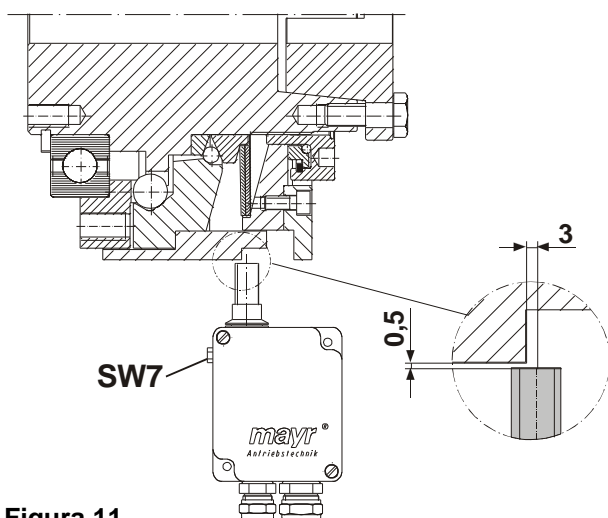

Figura 11
El conmutador de final de carrera sin contacto se debe montar en el borde de conmutación del limitador (Figura 11) de modo que durante el funcionamiento normal el conmutador de final de carrera no produzca un cambio de señal causado por los errores de marcha circular habituales del limitador.
Ajuste las distancias para el conmutador de final de carrera sin contacto según la Figura 11. La distancia entre la cubierta de sellado (13) y el punto de conmutación se puede ajustar de forma precisa con un tornillo de cabeza hexagonal SW 7.